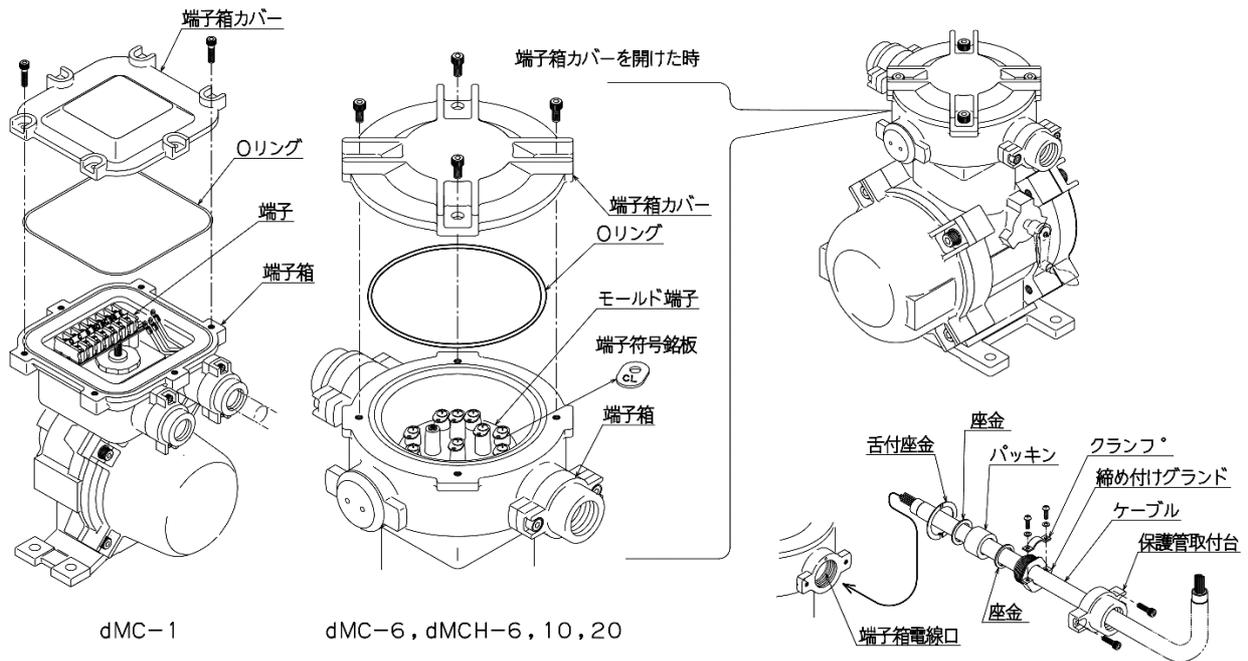
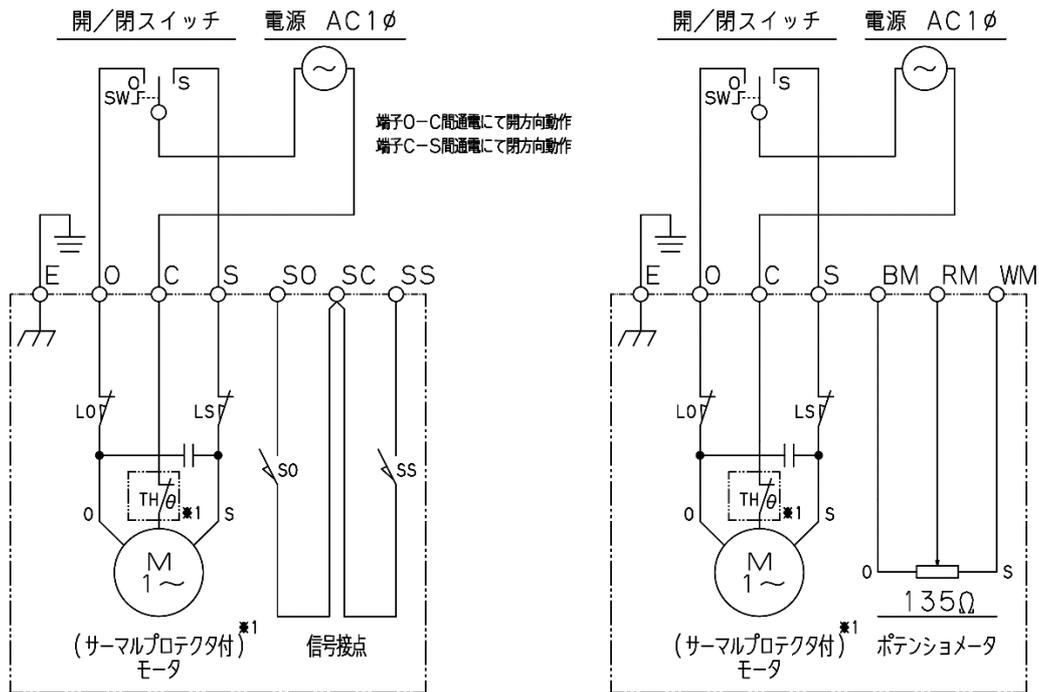

図5. 配線準備
図6. B形標準内部接続図 及び C形標準内部接続図
電線引き込み方式は耐圧パッキン式で、最大3箇所（dMC-1形は最大2箇所）です。使用可能なケーブル径はφ9.5～φ19.5です。ケーブルはゴム又は樹脂系キャブタイヤケーブル使用してください。保護管のサイズはG1とG3/4の2種類です。引き込み箇所、使用可能なケーブル径、保護管サイズは仕様書で確認してください。又、端子台接続用の圧着端子は付属していませんので準備してください。（図5参照）
- (1) 端子箱カバーを取り外します。端子箱と端子箱カバーの間にはOリングが入っていますので、紛失したり傷を付けないように注意してください。
- (2) ケーブルを耐圧パッキン式電線口に通しケーブル先端に圧着端子を取付けます。圧着端子のかしめは適正工具で確実に行ってください。
- (3) ケーブルを図5の様に舌付座金、座金（2枚）、パッキン、締め付けグラントを順番に通します。ケーブルの位置決めをしたらクランプで締め付けグラントにしっかり固定します。
- (4) 締め付けグラントを端子箱電線口にスパナを用いて止まるまでしっかりねじ込みます。
- (5) 舌付座金は締め付けグラントの緩み止めです。あらかじめ折り曲げてある片方の舌を端子箱側の穴に入れてください。他方は締め付けグラントの六角面に沿って折り曲げます。
- (6) 図6に標準接続図を示します。特殊仕様の場合、本図通りでは無いことがありますので、接続図や仕様書で確認してください。
- (7) 端子台への接続は、プラスドライバーの2番を使用し確実に行ってください。
- (8) 配線終了後、Oリングの挟み込みに注意して端子箱カバーを取付けてください。